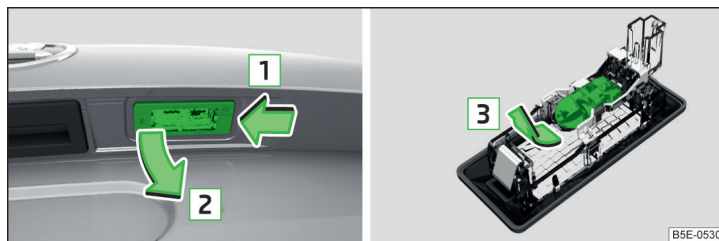

Fig. 240 Demontarea lămpii pentru numărul de înmatriculare / Înlocuirea becului
- » Apăsați lampa în sensul săgeții [1] » fig. 240, până când se va desprinde.